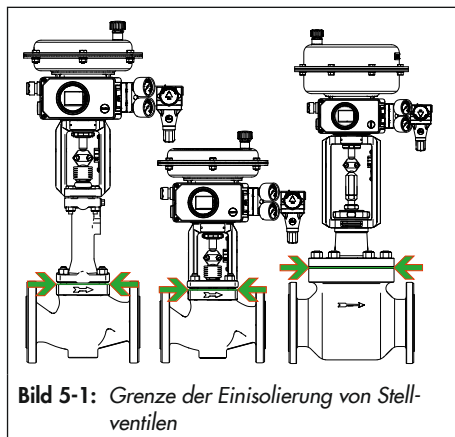

Bild 5-1: Grenze der Einisolierung von Stellventilen
- *Stellventile nur bis zum Deckelflansch der Ventilgehäuse einisolieren, vgl. Bild 5-1. Dies gilt auch für Ausführungen mit Balg- oder Isolierteil bei Mediumtemperaturen unter 0 °C oder über 220 °C. Wird das Isolierteil mit einisoliert, verliert es seine Funktion!*